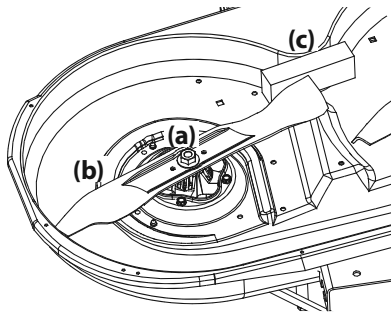

Figura 57
2. Use una llave de $\frac{15}{16}$ " para sostener la tuerca hexagonal en la parte superior del conjunto del husillo cuando afloje la tuerca hexagonal (a) que fija la cuchilla (b). Se puede colocar un bloque de madera (c) entre el alojamiento de la plataforma y el borde de corte de la cuchilla (b) para ayudar a aflojar la tuerca hexagonal (a) que fija la cuchilla. Consulte la Figura 57.